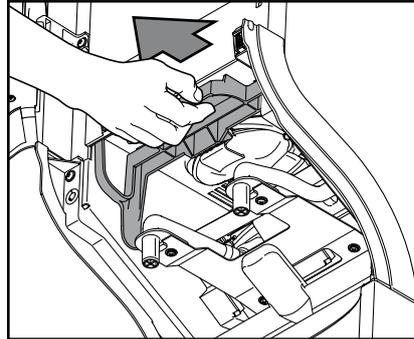

Abb. 27
- c. Ziehen Sie an der Verriegelung, um die gesamte Rührwerkskonsole zu lösen. (Abb. 27)